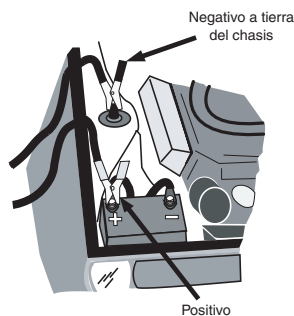

Figura 1
- Determine cuál de los bornes de la batería está conectado a tierra en el chasis. Si el borne negativo está conectado al chasis (como en la mayoría de los vehículos), vea la figura 1 y el paso 5 a. Si el borne positivo está conectado al chasis, vea la figura 2 y el paso 5 b.